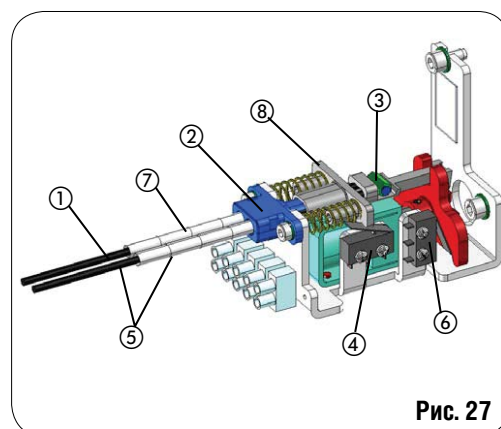

Рис. 27
Для электрического соединения блокирующего устройства мотора, ознакомьтесь с разделами для панели управления. Если необходимо установить устройство внешнего расцепления, используйте кнопку расцепителя из комплекта. Установите кабель расцепления на устройство блокировки мотора, используя соответствующее гнездо. (рис. 27 об.).
- Проложите кабель (рис. 27 об. 1) внутри элемента 2, подвинув оболочку к месту контакта (рис. 27 об.7).
- Вставьте кабель в зажим (рис. 27 об. 3).
- Отпустите рычаг, повернув его на 90° , и проверьте, работает ли расцепитель. Также проверьте, приводит ли рычаг в действие микропереключатель (рис.27 об. 4) открытия дверей.